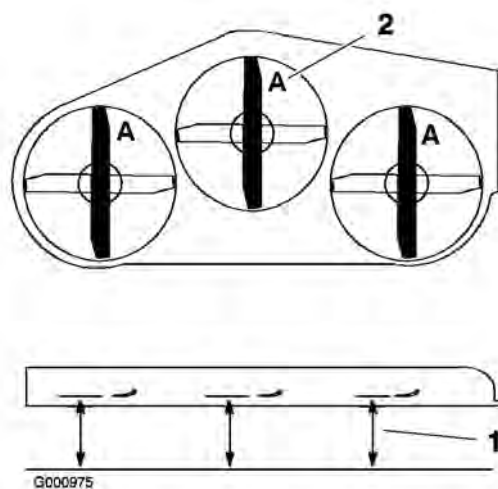

Figura 79
3. Con la máquina ubicada en una superficie nivelada, coloque una cuchilla en posición longitudinal. Mida en la posición A desde una superficie nivelada hasta el filo de corte de los extremos de la cuchilla (Figura 79).